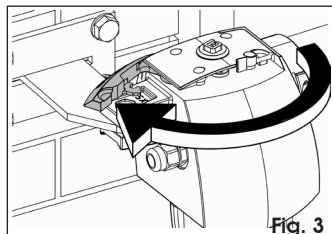

Fig. 3
4. Draai de ontgrendelingshendel tot hij niet verder kan (Fig. 3).